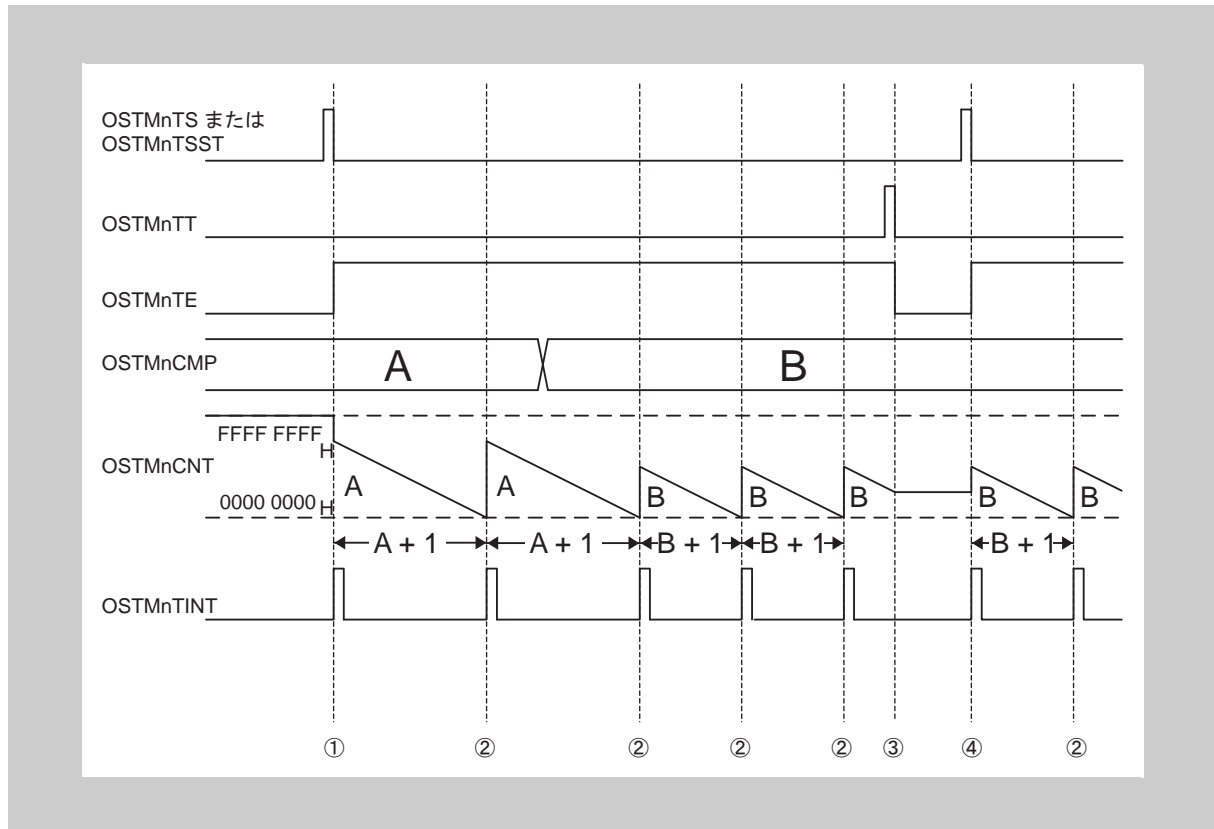

図 13-5 インターバル・タイマ・モードの OS タイマのタイミング図
- ①: カウンタは、図 13-5「インターバル・タイマ・モードの OS タイマのタイミング図」で説明されているように動作を開始します。
- ②: カウンタは、動作している間 (OSTMnTE.OSTMnTE = 1) OSTMnTS.OSTMnTS = 1 または OSTMnTSST = 1 にすると、リスタートします。